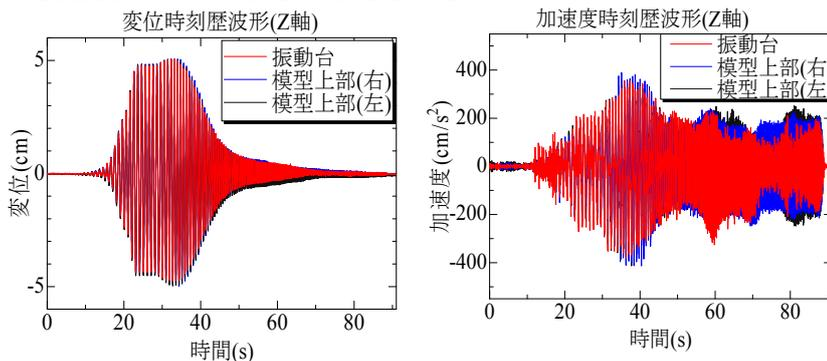
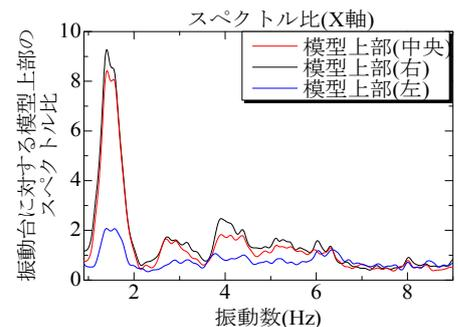

図2 変位(左)及び加速度(右)時刻歴波形(Z軸)
図3 振動台に対する上部構造のスペクトル比
- 本実験では、Z軸方向での変位時刻歴波形及び加速度時刻歴波形では振動台と模型上部の波形にあまり差がない(図2)ことから、本模型ではZ軸方向への変位及び加速度は共に十分には抑えられていないが、X軸方向では振動数1.5 Hz付近で変位及び加速度は共に抑えられている(図3)。